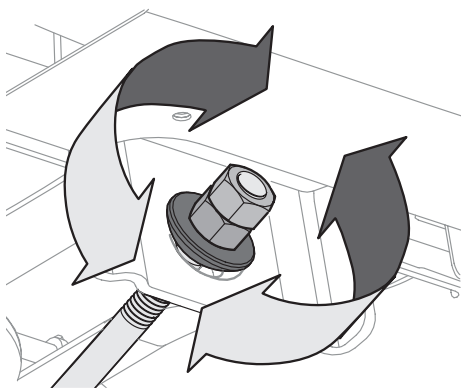

Figura 4-5
4. Para *eleva*r el frente de la plataforma, afloje la tuerca exterior y apriete (rosca hacia adentro) la tuerca contra el soporte de suspensión delantera. Vea la Figura 4-5. Cuando se logre el ajuste correcto, vuelva a apretar la tuerca externa hasta 25-30 pies-libras.
5. Para *baja*r el frente de la plataforma, afloje la tuerca exterior y afloje (rosca hacia afuera) la tuerca, lejos del soporte de suspensión delantera. Vea la Figura 4-5. Cuando se logra el ajuste correcto, vuelva a apretar la tuerca externa.